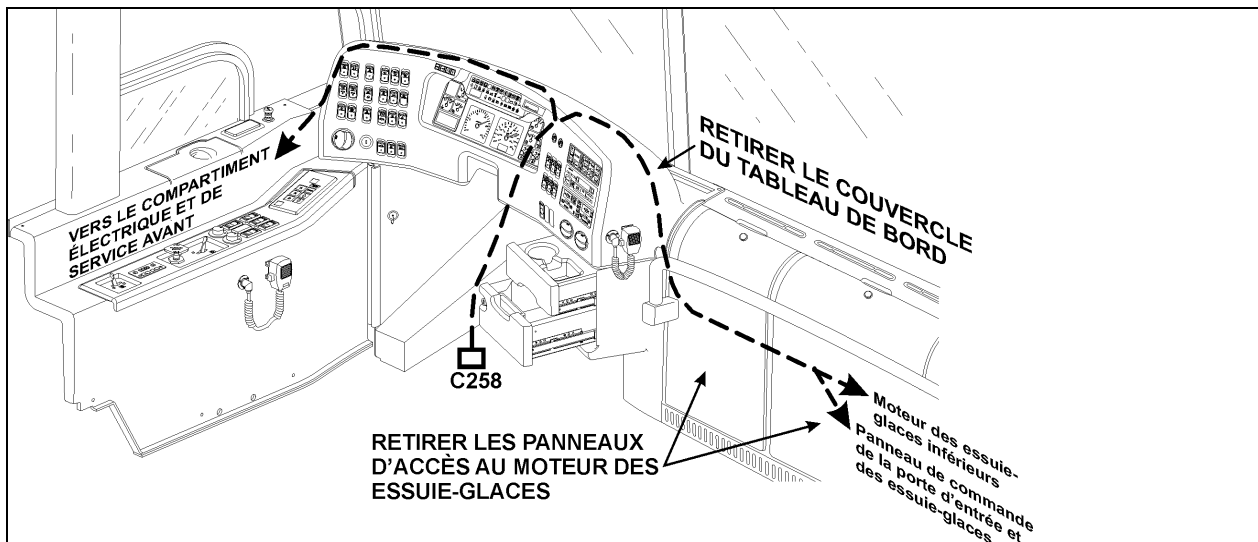

FIGURE 1 : CHEMINEMENT DU CÂBLAGE
1. Retirer le couvercle du tableau de bord et les panneaux d'accès au moteur des essuie-glaces inférieurs (Voir figure 1).
- En passant à l'intérieur du tableau de bord et derrière l'unité CVAC du conducteur, acheminer le bout du câblage avec l'étiquette «wipers» vers le moteur des essuie-glaces inférieurs et le panneau de commande de la porte d'entrée et des essuie-glaces ; l'autre bout doit être acheminé vers le compartiment électrique et de service avant. S'assurer de bien fixer le câblage à l'aide d'attaches de nylon en suivant les précautions nécessaires (Voir figure 1).